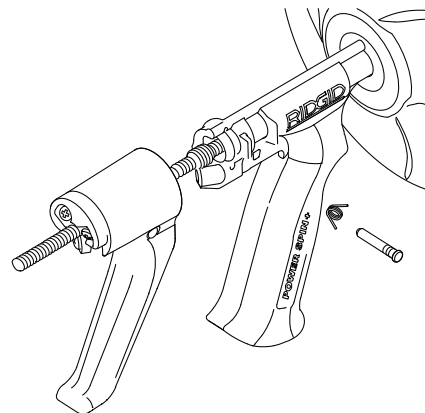

Figure 10 – Gâchette
1. Appuyez sur l'extrémité sans tête de la broche axiale pour la retirer de la gâchette, puis retirez la gâchette de la poignée (*Figure 10*) Ne perdez pas le ressort.
10. Remontez le ressort et la gâchette à l'aide de la broche axiale (*Figure 10*).